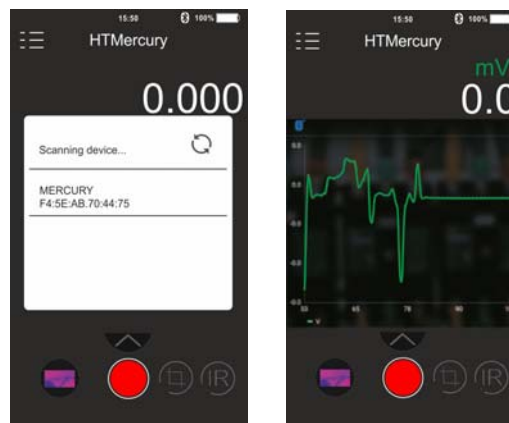

Fig. 44: Comunicación con APP HTMercury
4. Realice la búsqueda del instrumento sobre la APP (ver Fig. 44 – parte izquierda)
5. La visualización en tiempo real de la señal de entrada en el instrumento aparece en el dispositivo móvil (ver Fig. 44 – parte derecha) y es posible guardar capturas y activar/guardar registros desde los menús internos de la APP. Es posible además guardar capturas de imágenes termográficas e insertar sobre estas objetos para el análisis avanzado (ver Fig. 45). Vea l’ayuda en línea de la APP para más detalles.